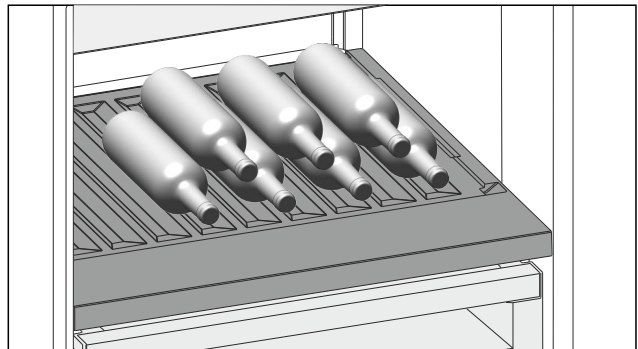

Fig. 143
- ▶ Flaschen mit dem Boden nach hinten zur Rückwand einlegen. (siehe Fig. 143)